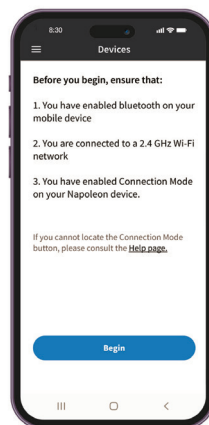

Fig. 7
5. Godta tillatelsene. (Fig. 7)